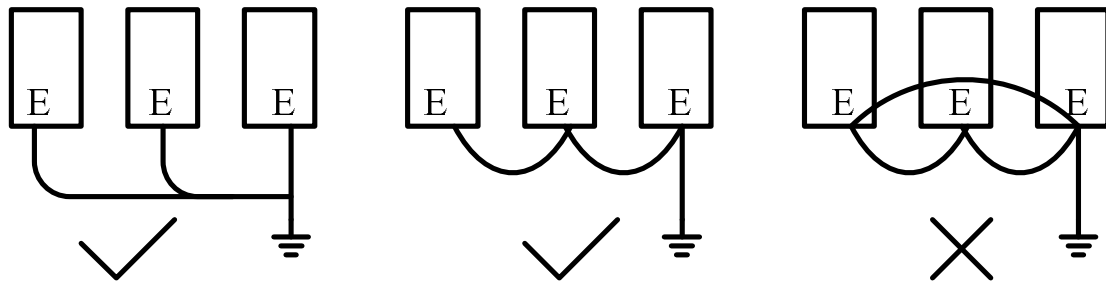

图 3-9 接地线连接方法
- 4) 同时使用两台以上变频器的场合，请勿将接地线形成回路。正确接地方法与错误接地方法如图 3-9 所示。